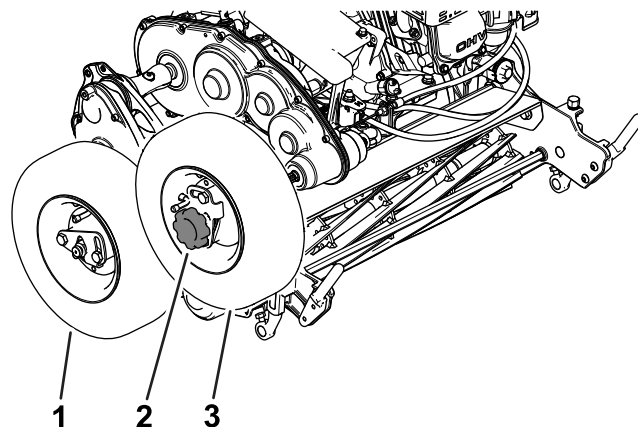

図 11
3. 右側アクスルシャフトに移動走行用ホイールと駆動ハブを取り付ける 図 11を参照。
5. 駆動ハブに取り付けたホイールにノブを取り付ける 図 11。